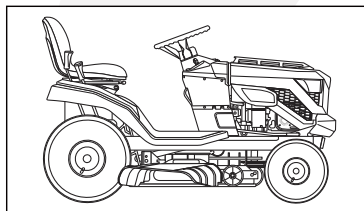

Fig. 11
- Coloque la unidad en una superficie nivel como se muestra en la Fig.11.